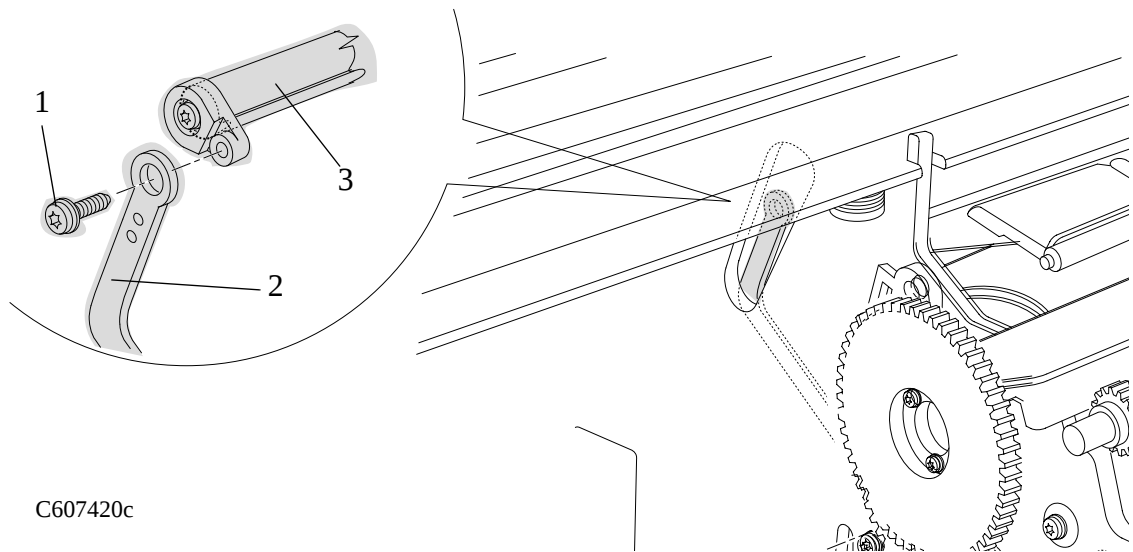

図 70 : リンケージ ロッド
- 3 リンケージ ロッド (部品2) とピンチホイール カム (部品3) からT-10のネジ (部品1) を取り外します (図70参照)。